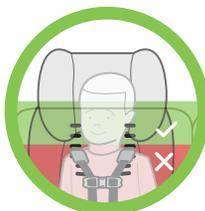

Figure 4
- Les sangles du harnais doivent traverser les Fentes du Harnais au même niveau ou au-dessus – et le plus près possible – des épaules de l'enfant, tel qu'illustré dans la **Figure 4**.